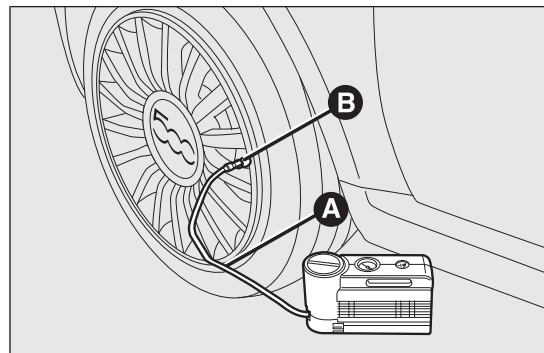

fig. 104
- Serrer le frein à main.** Dévisser le capuchon de la valve du pneu, enlever le tube flexible de remplissage A fig. 104 et visser la bague B fig. 104 sur la valve du pneu ;